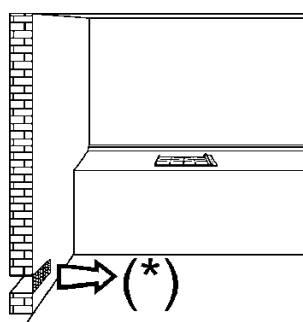
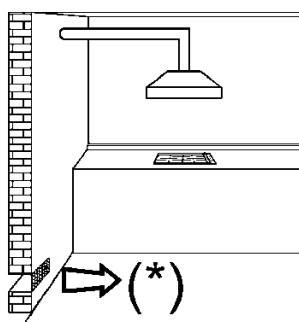
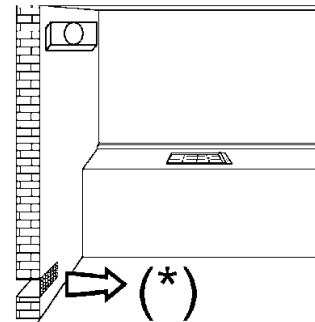

РИС. 3
РИС. 4
РИС. 5
- При сгорании газа выделяется тепло и влажность. Поэтому в помещении необходимо обеспечить хорошую циркуляцию воздуха, не загораживать отверстия для естественной вентиляции (рис. 3) и включить вытяжку (вытяжной колпак или электрический вентилятор, рис. 4 и 5).
менее 100 см² (см. рис. 3). Эти отверстия должны быть расположены таким образом, чтобы доступ воздуха в них всегда оставался открытым.
Продукты сгорания, образующиеся при готовке на газовых плитах должны обязательно удаляться при помощи вытяжек, соединенных с вентиляционными трубопроводами, дымоходами или с отверстиями, выходящими наружу (см. рис. 4). Если нет возможности использовать вытяжку, допускается использование вентилятора, устанавливаемого на окне, или на выходящей на улицу стене, который должен включаться одновременно с прибором (см. рис. 5), при этом обязательно должны соблюдаться нормы вентиляции помещений.